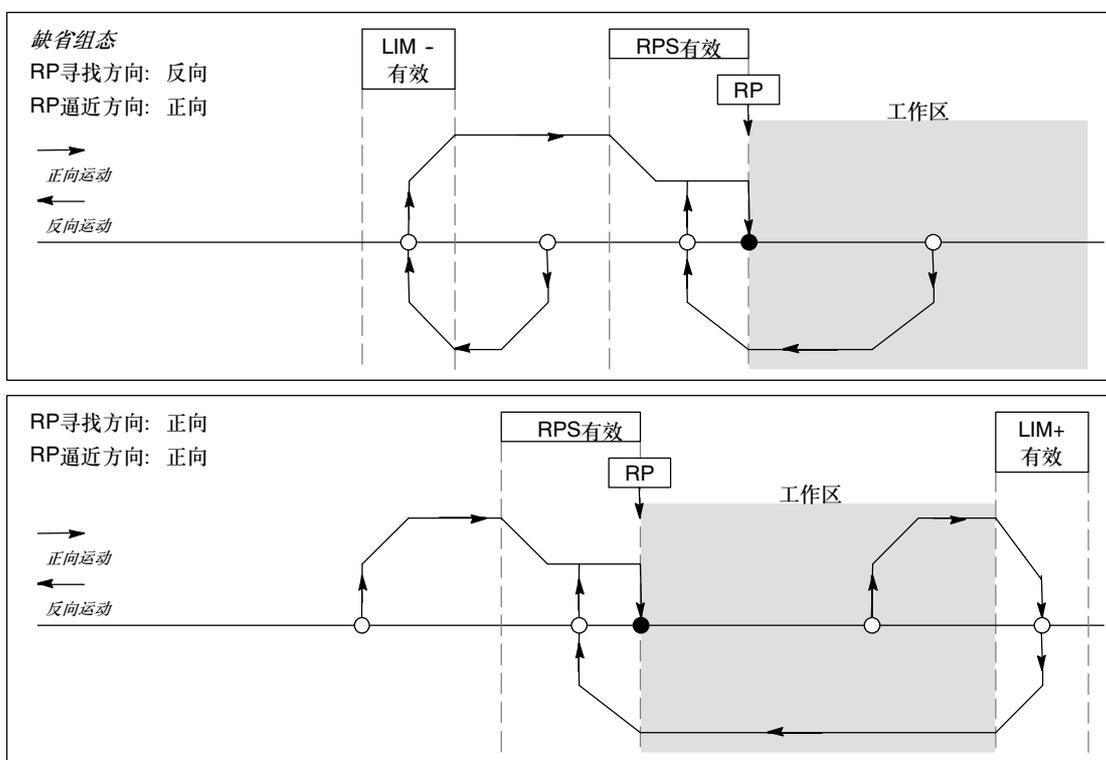

图9-21 RP寻找模式1
- ❑ 图9-21显示了RP寻找模式1的两个选项。这种模式将RP定位在靠近工作区一侧的RPS输入开始激活的地方。